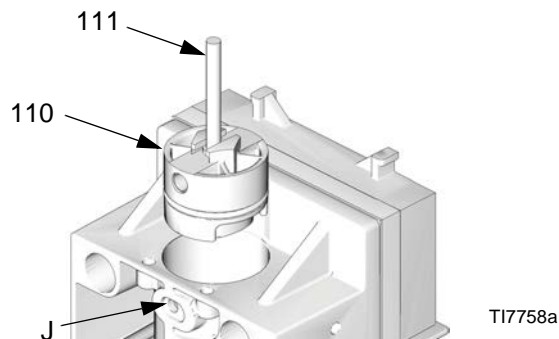

FIG. 10. Dépose des arrêts du piston
3. Consultez la FIG. 10. Retirez les goupilles de retenue (111) de leurs orifices (J). Inversez les goupilles et faites glisser les têtes dans les fentes des arrêts du piston (110). Utilisez les goupilles pour sortir les arrêts du piston.